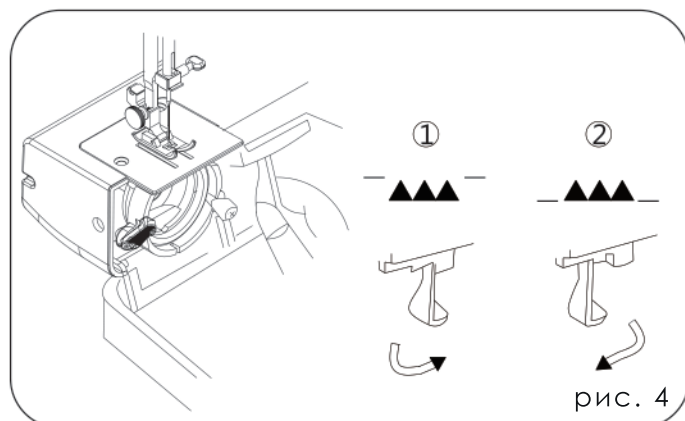

рис. 4
(рис. 4)
1. Прикрепите нить к нитенаправителю на нитевдевателе, как показано на рис. 4 - 1.
2. Потяните рычаг вниз до отказа, удерживая конец нити (рис. 4 – 2).
3. Поверните рычаг от себя (рис. 4 – 3).
4. Вставьте нить в закрепленный конец и вытяните нить вверх (рис. 4 – 4).
5. Верните рычаг в первоначальное положение, и игла заправится автоматически (рис. 4 – 5).
6. Отпустите рычаг и потяните нить от себя (рис. 4 – 6).